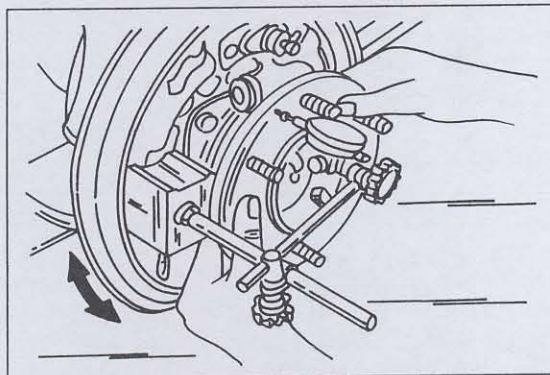

Bild 267
Axialspiel der Achswellen kontrollieren: Eine Messuhr wie in Bild 267 gezeigt anbringen oder den Ständer der Messuhr auf den Boden aufsetzen und den Taststift gegen die Aussenseite des Achsflansches ansetzen. Die Achswelle in der gezeigten Weise erfassen und hin- und herziehen. Falls das Axialspiel mehr als 0,20 mm beträgt, muss man die Achswelle ausbauen, wie es in Kapitel 15.4 beschrieben ist und die Stärke der Beilagscheiben verändern, um das Axialspiel innerhalb des zugelassenen Wertes zu bringen.
- Abschliessend das Axialspiel der Achswellen ausmessen, wie es in Bild 267 gezeigt ist. Die Handbremse einstellen und die Bremsanlage entlüften, nachdem die Welle oder die Wellen wieder eingebaut sind.